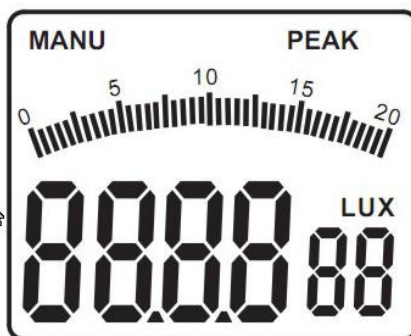

Figura 3-1-2B
- Presione durante dos segundos el pulsador REL/PEAK, el medidor entrara en el modo de medición de picos, en la parte superior de la pantalla aparecerá la indicación “PEAK” y al mismo tiempo la indicación “MANU” en la parte superior izquierda (como se muestra en la figura 3-1-2B)